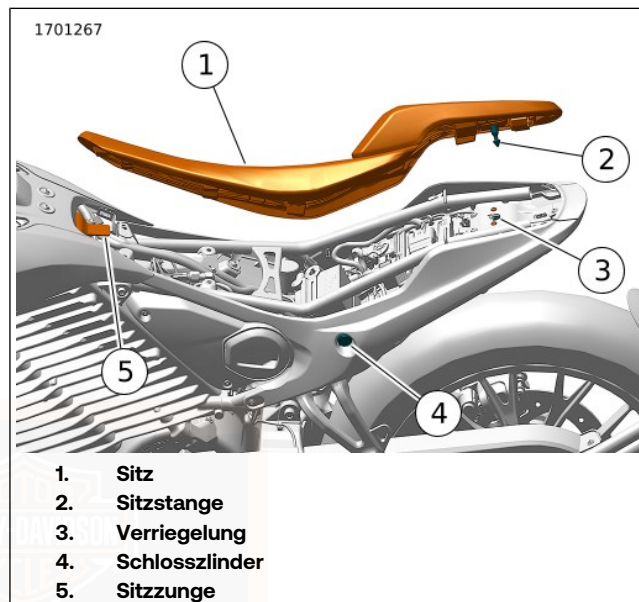

Abbildung 51. Doppelsitzbank
1. Siehe Abbildung 51. Den Sitz ausbauen.
- a. Den Schlüssel in das Sitzschloss (4) stecken und im Uhrzeigersinn drehen.
- b. Den Sitz (1) von hinten anheben und entfernen.